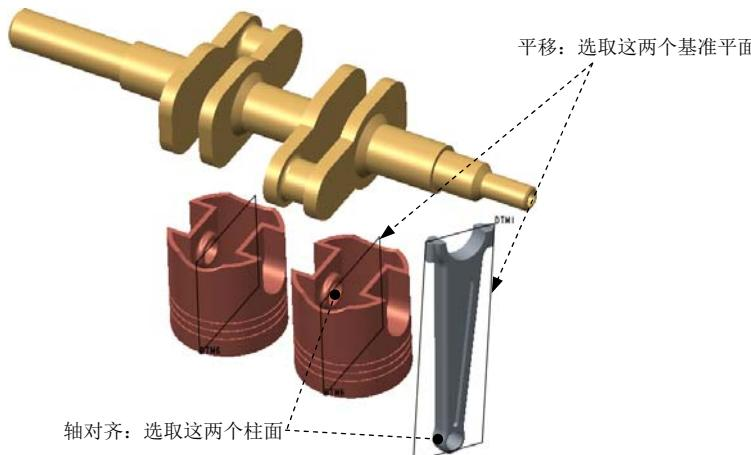
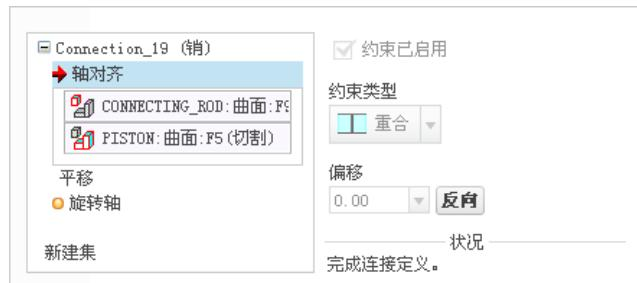
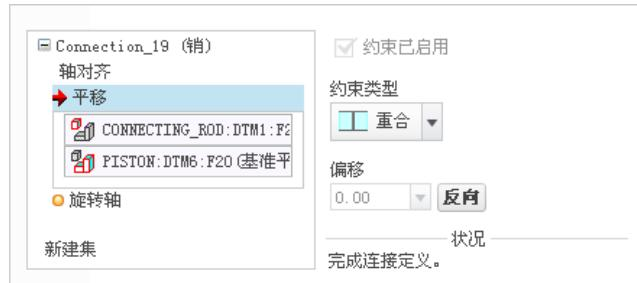

图 9.3.17 创建销 (Pin) 连接
图 9.3.18 “放置”界面
图 9.3.19 “放置”界面
Step9. 引入元件 CONNECTING_ROD.prt，并将其调整到图 9.3.17 所示的位置（隐藏元件 ENGINE_BLOCK 和 MOTOR_SIDE_COVER）。
(1) 在“元件放置”操控板的机械连接约束列表中选择 销 选项。
(2) 定义“轴对齐”约束。单击操控板中的 **放置** 按钮，分别选取图 9.3.17 中的两个柱面为“轴对齐”约束参考，此时 **放置** 界面如图 9.3.18 所示。
(3) 定义“平移”约束。分别选取图 9.3.17 中的两个基准平面为“平移”约束的参考 (PISTON 中的基准平面 DTM6 和 CONNECTING_ROD 中的基准平面 DTM1)，此时 **放置** 界面如图 9.3.19 所示。